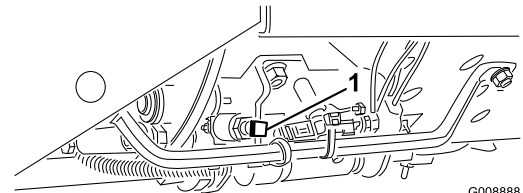

Figura 14
**Importante:** La velocidad de siega es ajustada en fábrica a 9,7 km/h. Puede aumentarse o reducirse ajustando el tornillo de tope de velocidad (Figura 14).